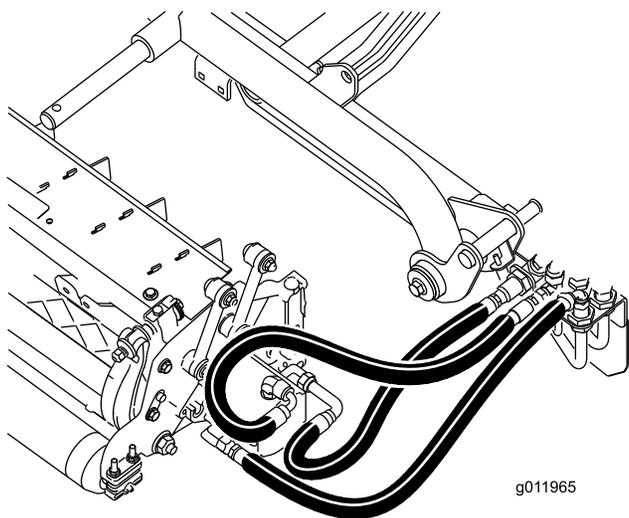

Figura 21
**Importante:** Assicuratevi che nessun flessibile sia torto, piegato o strozzato e che i flessibili dell'apparato di taglio posteriore siano posizionati come illustrato nella (Figura 21). Sollevate gli apparati di taglio e spostateli a sinistra (modello 03170). I flessibili dell'apparato di taglio posteriore non devono toccare la staffa del cavo di trazione. Se necessario, riposizionate i raccordi e/o i flessibili.